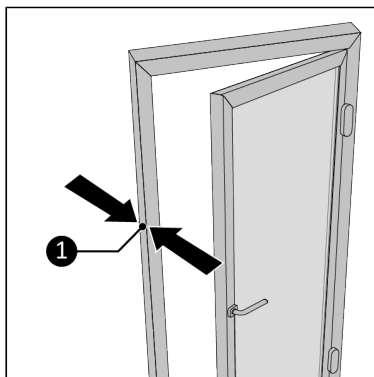

Figura 67.
2. Măsurați lățimea părții fixe a ramei ferestrei (Figura 67, nt. 1).